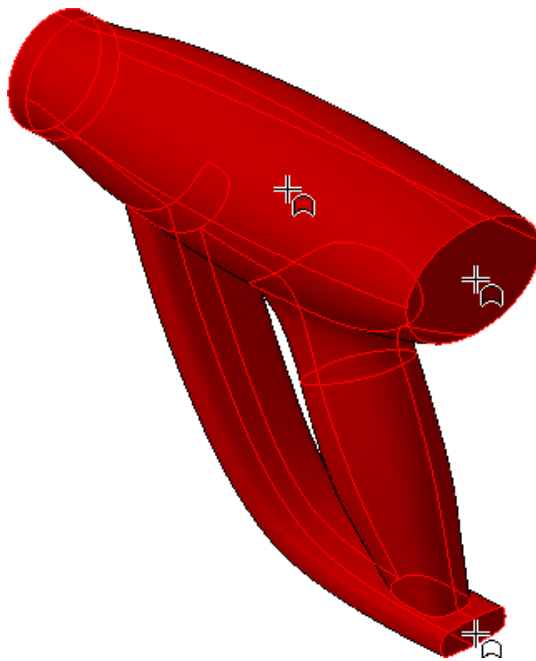

Рисунок 73
- Укажите поверхности и нажмите кнопку Создать объект  (рис.73).